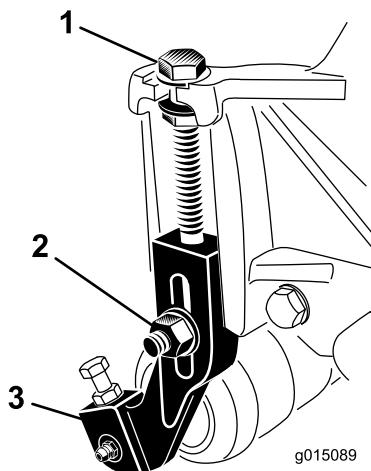

Figura 17
- Afloje las contratuerca que sujetan los soportes de ajuste de la altura de corte a las chapas laterales de la unidad de corte (Figura 17).